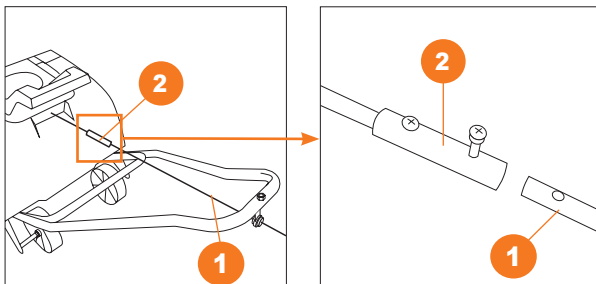

Рис. 12
- Подсоедините ручку изменения направления выброса **1** к шарниру поворотного механизма **2** у основания трубы выброса. (Рис. 12).